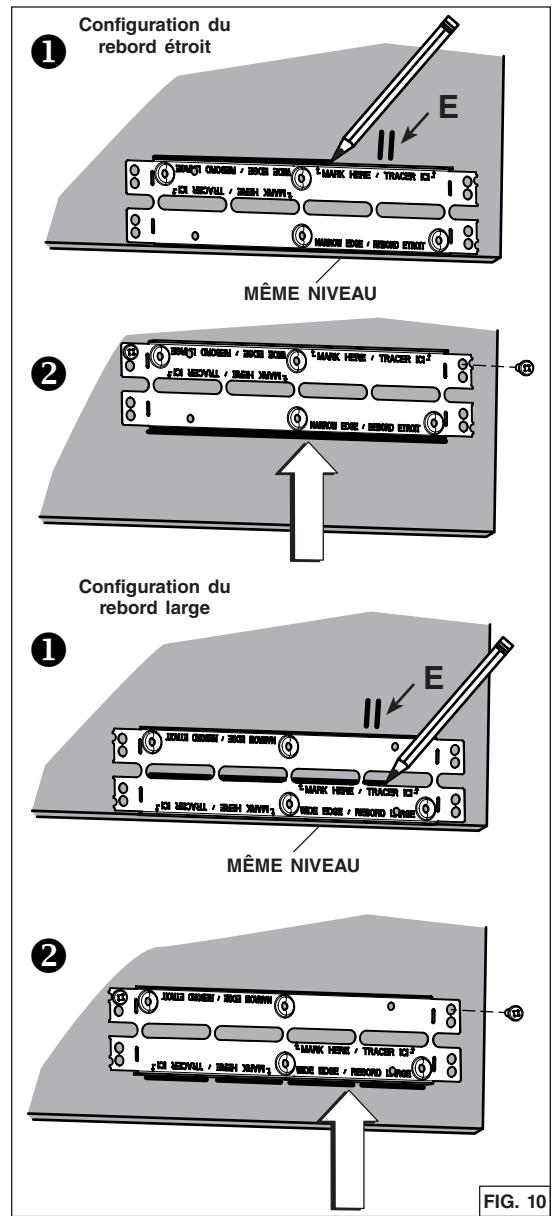

FIG. 10
5. Repérer les crochets *Ease of Install* sur l'appareil (distance donnée à partir du rebord avant, FIG. 9). Insérer temporairement l'appareil dans l'armoire et tout en retenant l'appareil, marquer sur les deux côtés de l'armoire l'emplacement des crochets *Ease of Install* (illustré en **E** dans la FIG. 10 en page suivante). Retirer l'appareil.
6. Installer les supports d'armoire comme suit (FIG. 10):